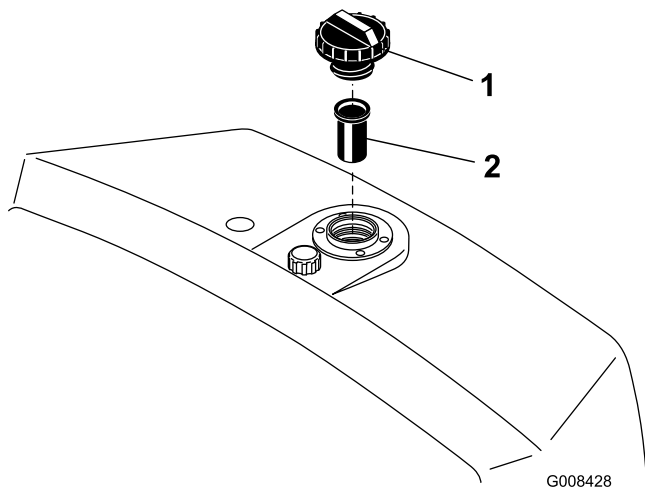

Bild 33
2. Entfernen Sie den Deckel vom Behälter und prüfen Sie den Ölstand. Der Ölstand sollte unten am Einfüllstutzen liegen (Bild 33).